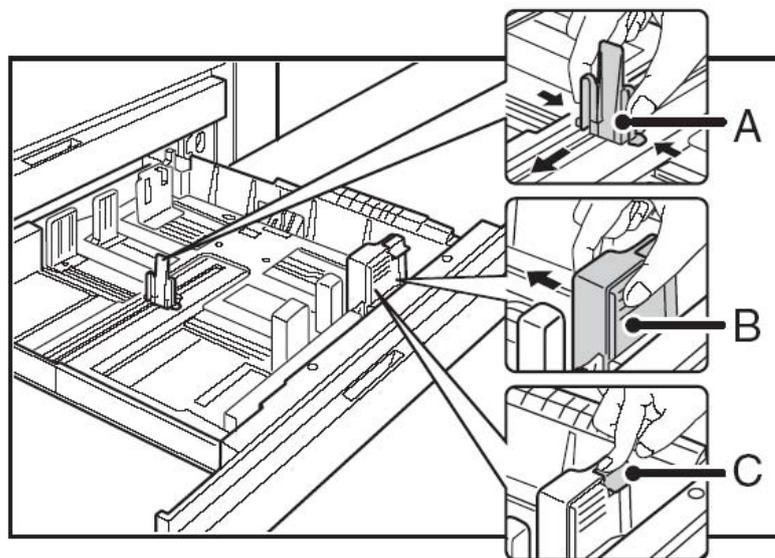

Abb. 3.2.4.a Papierführungen entriegeln
4. Betätigen Sie die beiden Verriegelungshebel an der Papierformatführung A (wie in Abb. 3.2.4.a gezeigt) und verschieben Sie die Papierformatführung zum gewünschten Papierformat.